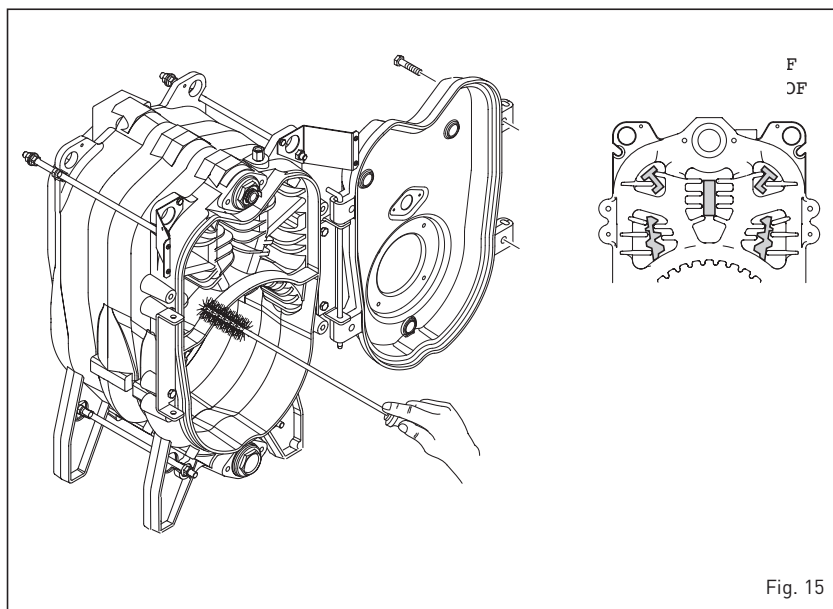

Fig. 15
4.7.1 Limpeza da zona de passagem dos fumos (fig. 15)